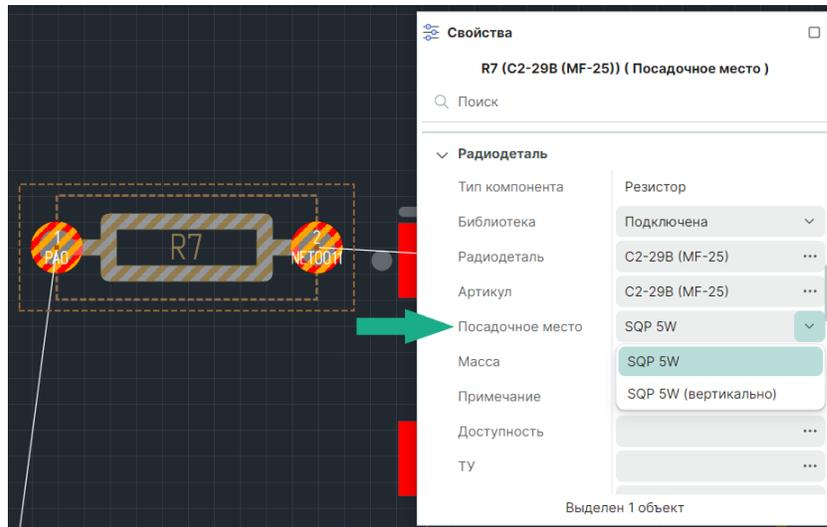

Рис. 150 Выбор посадочного места
1. Перейдите в функциональную панели «Свойства» → «Радиодеталь» → «Посадочное место», выберите нужное посадочное место из выпадающего меню, см. Рис. 150.